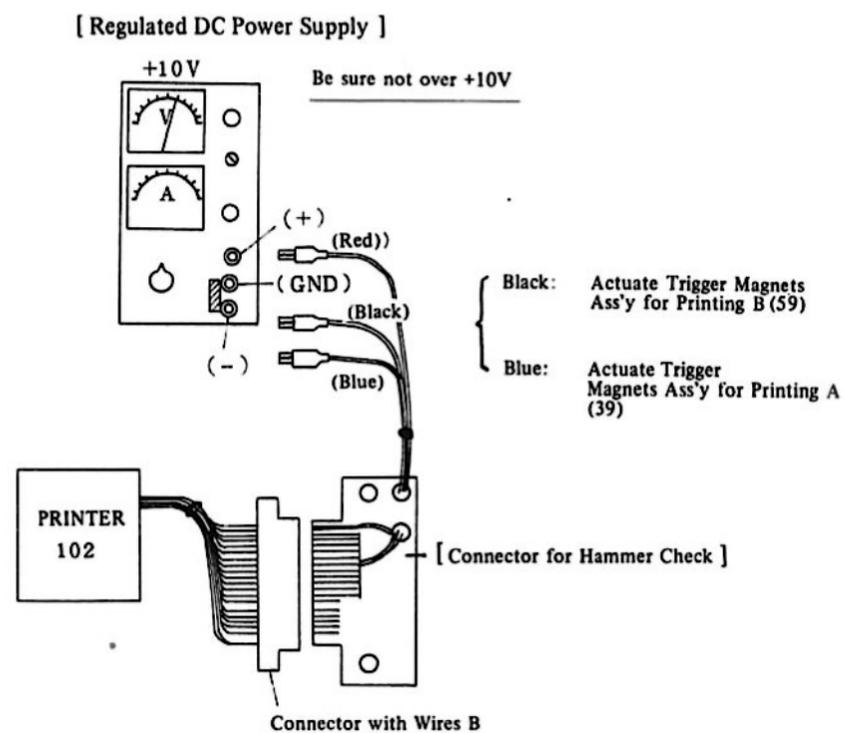

Fig. 8-54 Anschlüsse zum Einstellen der Triggerhebel
- 2) Dazu Regelnetzteil wie in Fig. 8-54 anschließen.